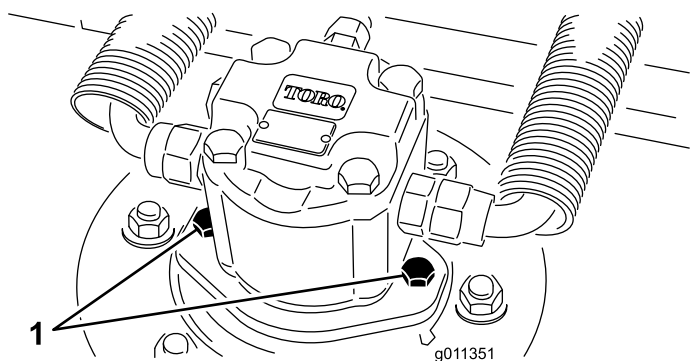

Рисунок 79
2. Отсоедините и снимите гидромотор с режущего блока (Рисунок 79). Накройте верхнюю часть шпинделя для предотвращения загрязнения.
3. Установите гидромотор на режущий блок (Рисунок 79). Убедитесь, что уплотнительное кольцо находится в штатном положении и не повреждено.